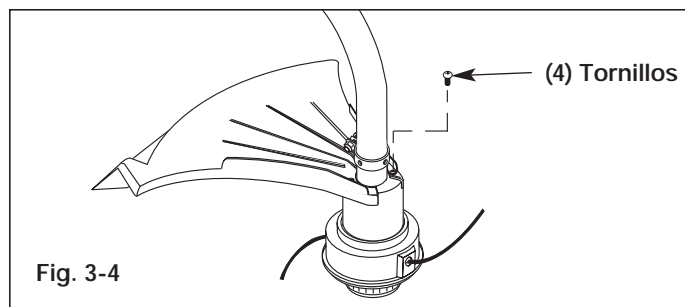

Fig. 3-4
3. Instale los cuatro (4) tornillos con un destornillador Phillips (Fig. 3-4).